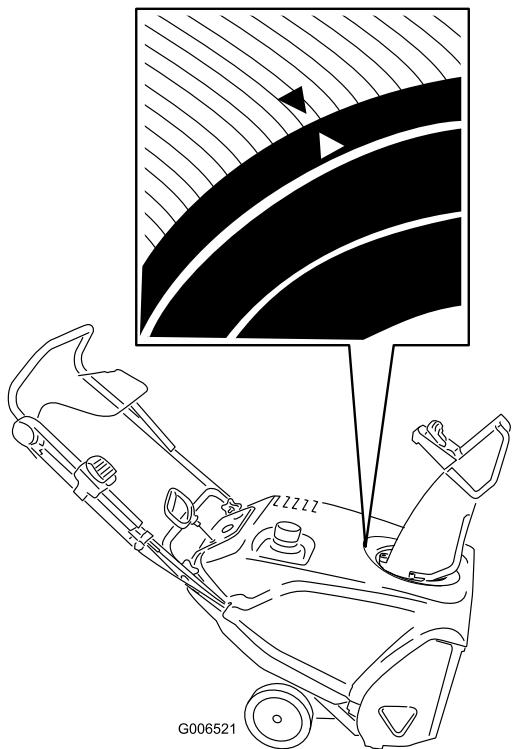

Figure 41
3. Tournez le déflecteur en avant, en alignant la flèche située à l'arrière sur celle située sur le carénage (Figure 41).